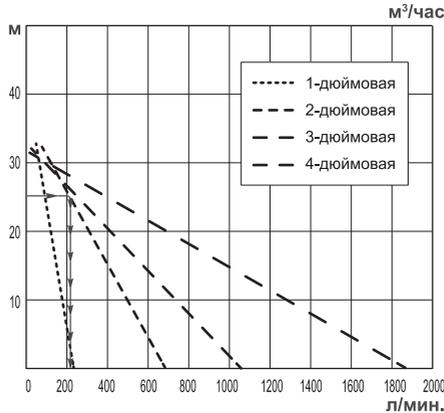

Рис. 17 График зависимости производительности  $Q$  мотопомпы от высоты подъема ( $H$ )
- График зависимости производительности мотопомпы от высоты подъема  $H_3$  (Рис. 17).
4. На графике зависимости высоты подъема от производительности мотопомпы (Рис.17) находим величину расхода, она составляет примерно 200 л/мин или 12 м3/час.